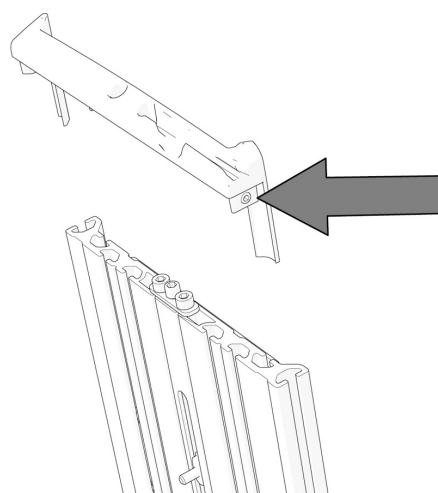

Bild 100. Ryggstödsprofilens ändkåpa fixeras av en skruv på vänster resp. höger sida.
7. Lossa skruven på vänster resp. höger sida av ryggstödsprofilen och demontera sedan dess ändkåpa genom att skjuta denna rakt ut. Se bild. 100.